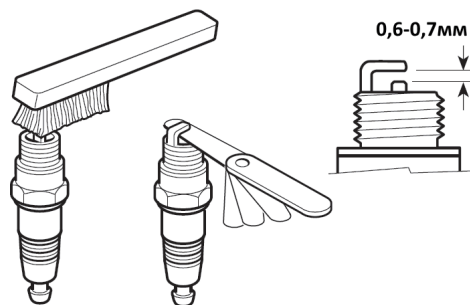

Рис.9
2.Регулярно перевіряйте стан свічки запалювання. При необхідності очистіть електроди від нагару та підрегулюйте зазор, який має дорівнювати 0.6 мм.(рис.9)